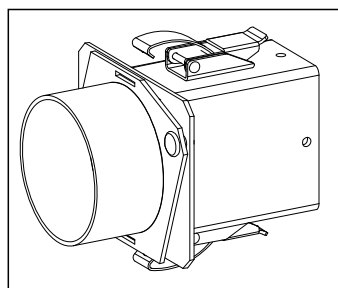

Figure 21.2
4. Reliez l'adaptateur d'évacuation arrière au boîtier du ventilateur de tirage à l'aide de 4 vis. **Figure 21.2.**